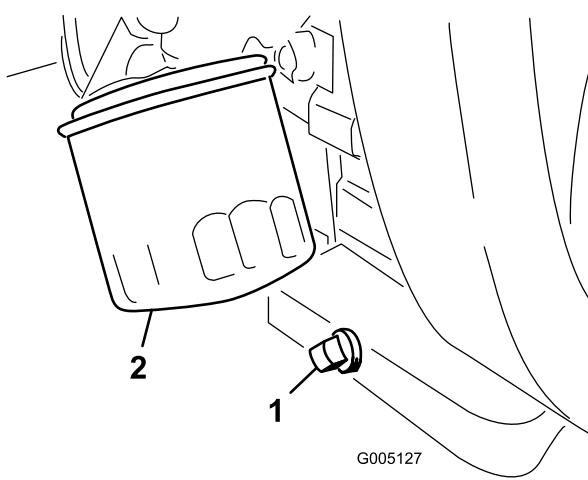

Figura 34
2. Togliete il filtro dell'olio (Figura 34). Spalmate un leggero strato di olio pulito sulla nuova guarnizione del filtro.
1. Togliete il tappo di spurgo (Figura 34) e lasciate defluire l'olio in una bacinella. Quando l'olio cessa di defluire, rimontate il tappo.